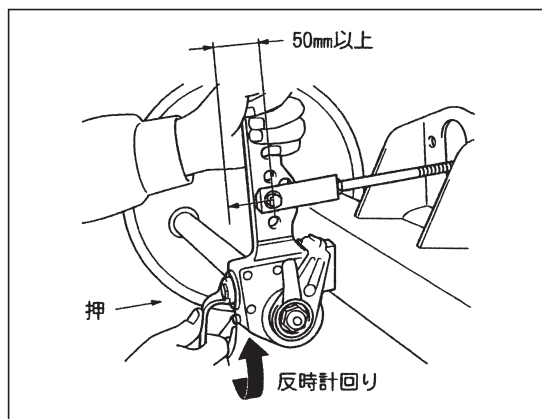

図 .8-2-2
- ③ ブレーキの調整
- ①スラックアジャスターの調整ナットを反時計方向に約3/4回転戻して遊びを50mm以上にしてください。(図8-2-2)